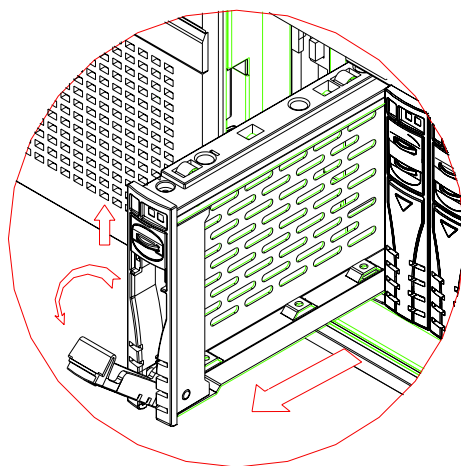

图 2.10：拨动门闩后取出可移动托架
3. 握住托架的把手将其拉出，然后取出托架（如图 2.10 所示）。